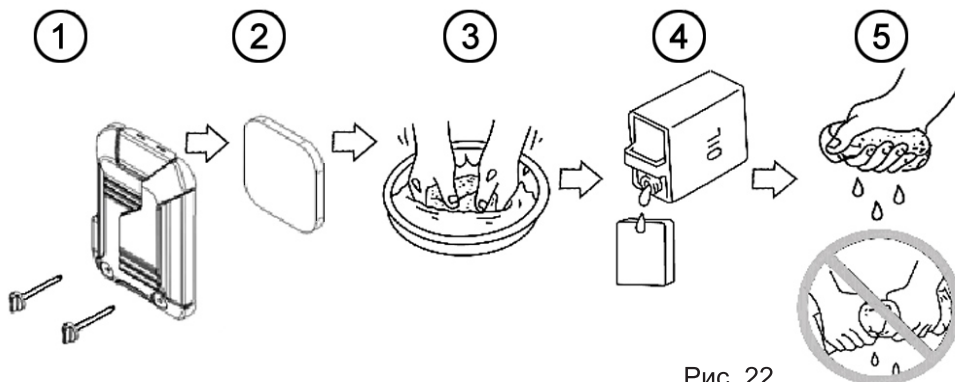

Рис. 22
1. Снимите крышку воздушного фильтра, открутив два винта крепления крышки (Рис. 22)